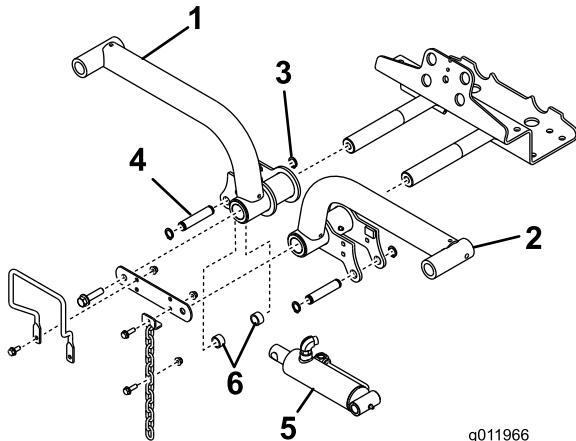

Figura 15
4. Introduzca los brazos de elevación en los ejes pivotantes de los brazos de elevación (Figura 15), y sujetelos cada uno con una pletina de unión y los pernos que retiró anteriormente.
6. Sujete el extremo derecho del cilindro de elevación al brazo de elevación derecho con un pasador y 2 espaciadores (Figura 15). Sujételo con un anillo de retención.